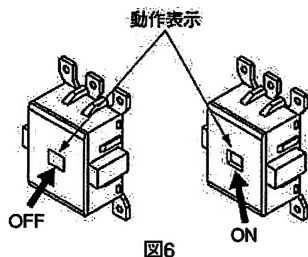

図6
- (1) 動作表示部の位置で動作状態の確認ができます。(図6)